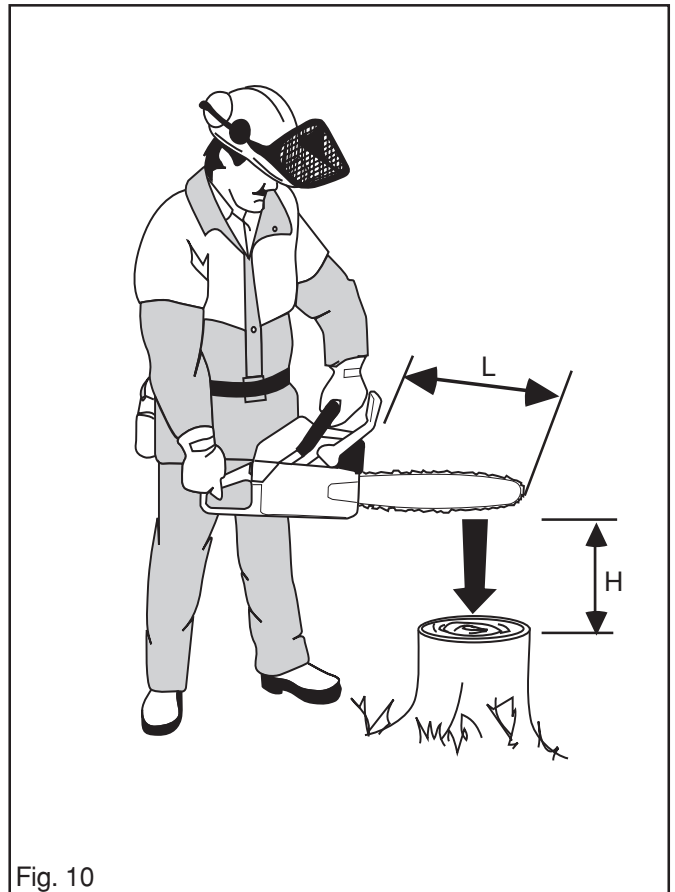

Fig. 10
1. Tenir la tronçonneuse au dessus d'une surface stable comme sur la fig. 10.